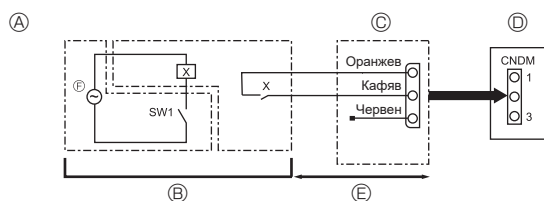

Fig. 9-1
9.1. Режим на ниско ниво на шум (модификация на място) (Fig. 9-1)